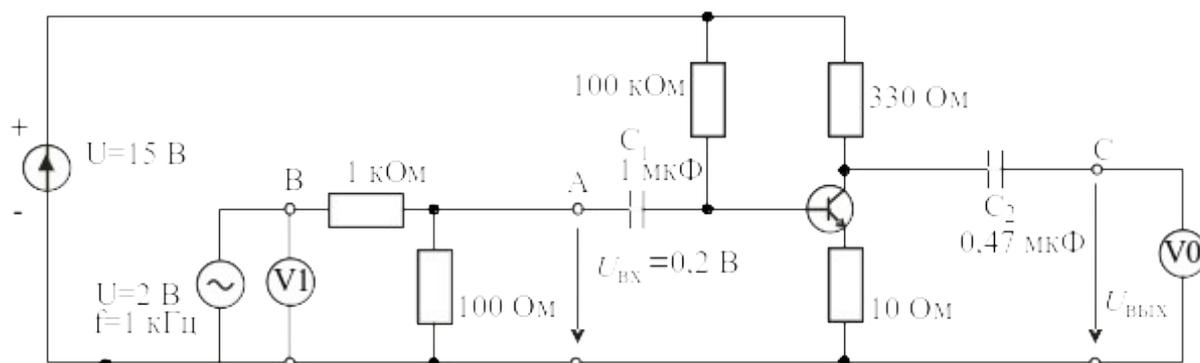

Рисунок 1 – Схема усилителя с общим эмиттером
1.1. Соберите цепь усилителя по схеме с общим эмиттером (рис. 1) и установите частоту синусоидального напряжения $f=1$ кГц и действующее значение напряжения 2 В. Для производства измерений включите виртуальные приборы и осциллограф.